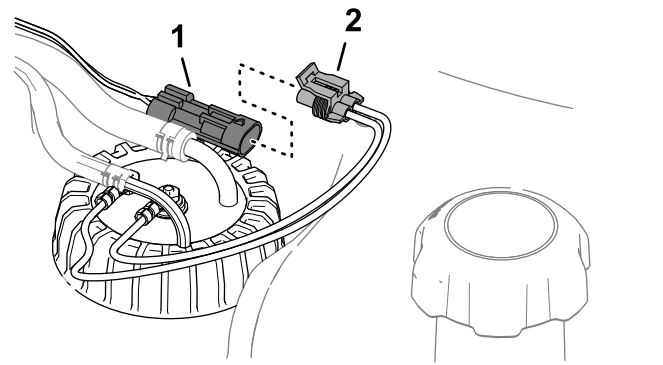

**Figura 88**
2. Retire los 5 tornillos Phillips que sujetan la tapa del sensor de combustible al depósito de combustible, y retire la tapa (Figura 88).